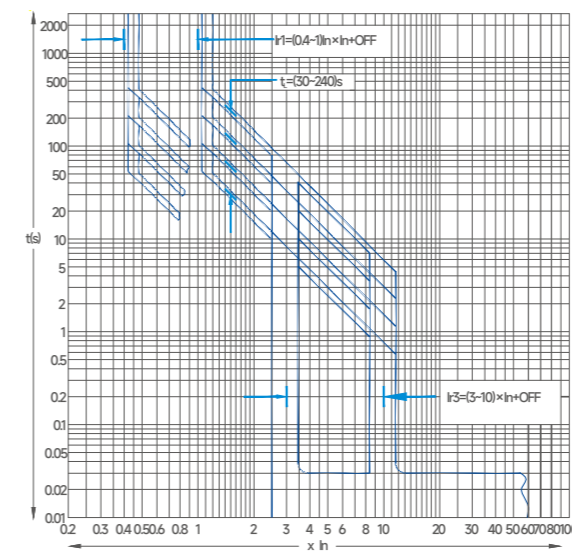
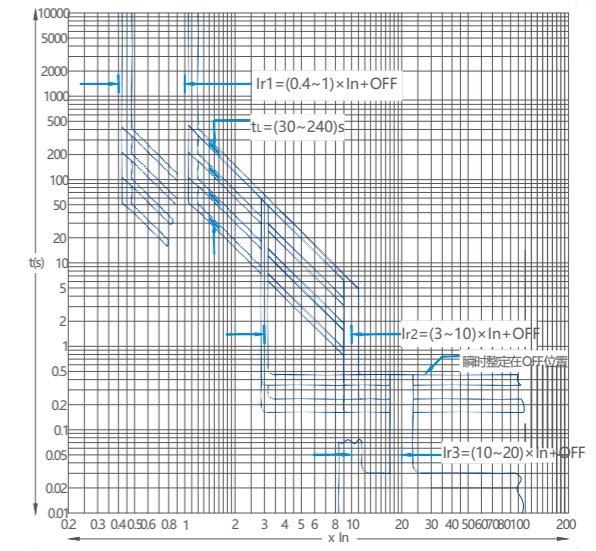
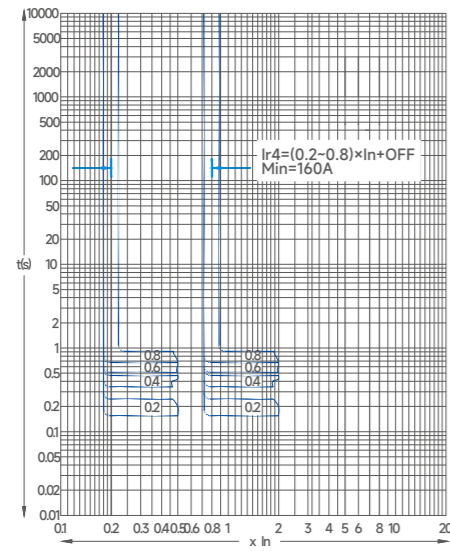

图1 L2型长延时、瞬时动作保护特性
图2 L3型/L4型长延时、短延时、瞬时动作保护特性
图3 L4型接地故障保护特性
3.1.4 L型控制器技术数据见下表, 过电流脱扣保护特性见图1、图2, 接地故障保护特性见图3。